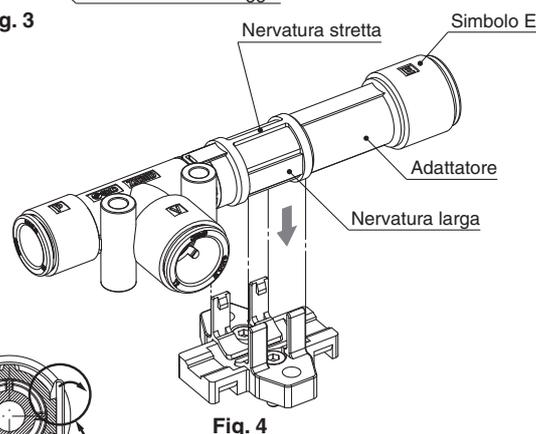

Fig. 4
- 3) Per montare il prodotto sulla squadretta, spingerlo verso il basso indirizzandolo nella nervatura stretta e simbolo E presente sull'adattatore verso l'alto e la nervatura larga sul lato (Fig. 4). Tenere fermo l'adattatore mentre si gira l'attacco del vuoto (V) per la regolazione.